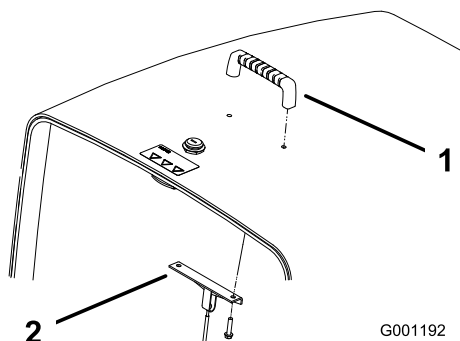

Figura 5
- Montate con due viti la maniglia e la staffa del cavo del cofano sul cofano (Figura 5).